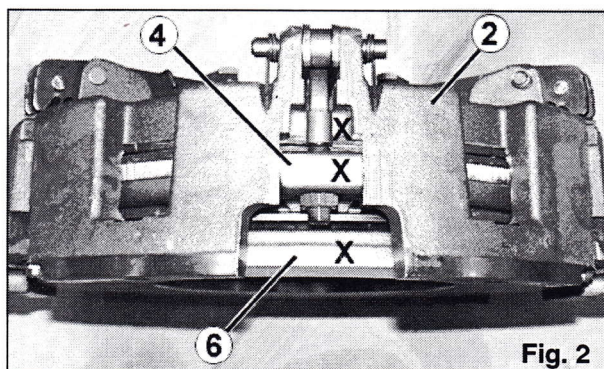

Fig. 2
- Afmærk PTO-trykpladen (**6**) og kørekoblingstrykpladen (**4**) i forhold til koblingsdækslet (**2**) (Fig. 2).